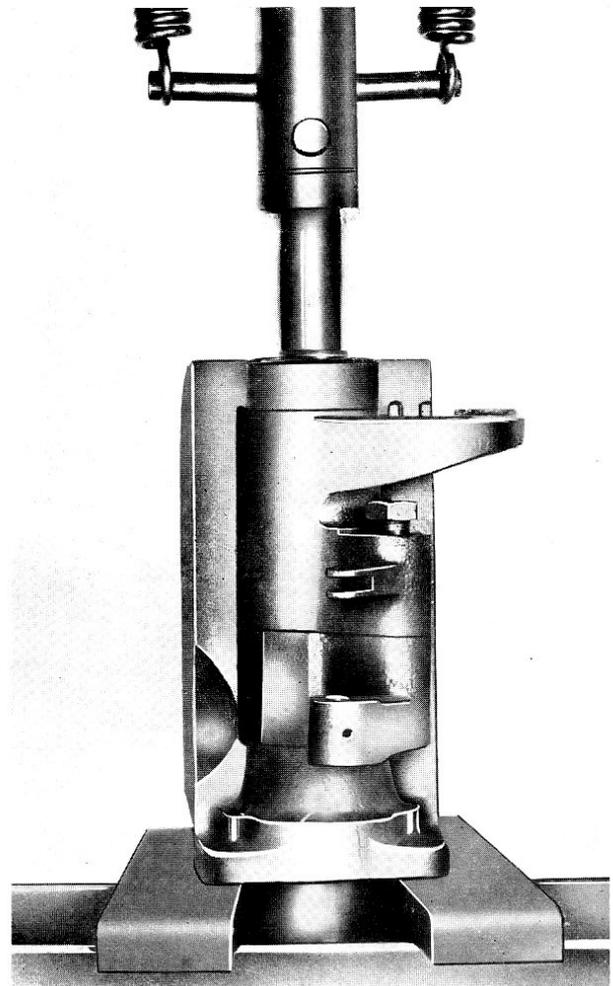

Fig. 13
- 4° Placer l'ensemble sous une presse et extraire l'arbre du bloc pivot et des éléments qu'il entraîne (fig. 13).